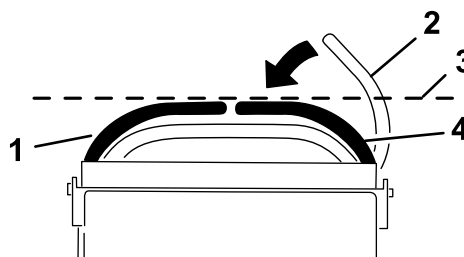

Рисунок 59
- 4. Проверьте горизонтальное выравнивание рычагов управления движением (Рисунок 59).